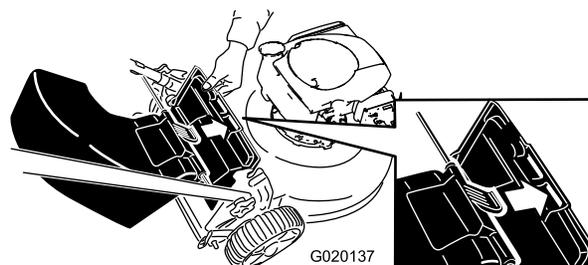

Bild 17
3. Setzen Sie die Lasche am Heckauswurfablenklech in den rechten Schlitz am hinteren Ablenklech (Bild 17).